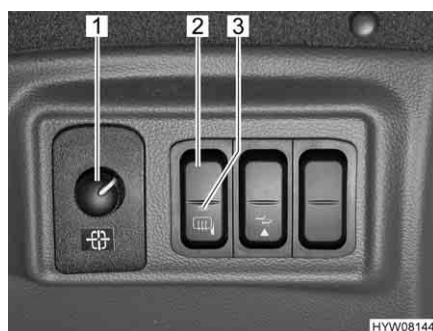

Fig. 18 Interruttore per gli specchietti esterni a regolazione elettrica
- Selezionare lo specchietto da impostare. A tal fine premere l'interruttore girevole (Fig. 18,1) verso sinistra oppure verso destra.
- Premendo l'interruttore (Fig. 18,1) regolare lo specchietto nella posizione corrispondente.
- Premere l'interruttore (Fig. 18,2). La spia rossa di controllo (Fig. 18,3) nell'interruttore indica il funzionamento.